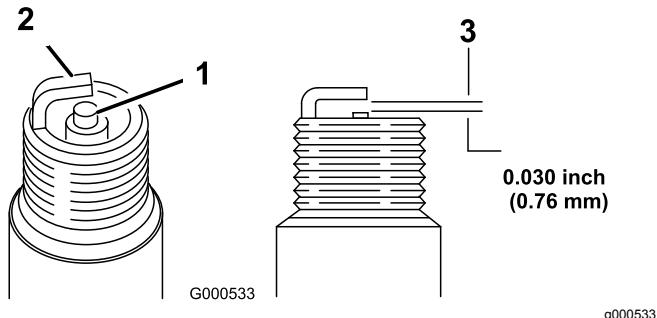

図 43
1. 中央の電極部 図 43を観察する。
2. すきまゲージでエアギャップの点検を行い、隙間の大きさが適切でなければ側面の電極を注意深く曲げて調整する 図 43。